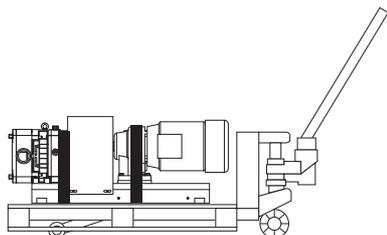

Fig. 12 Transporte con un vehículo de transporte terrestre
- ▶ Compruebe si la bomba está debidamente sujeta al palé. Por ejemplo, mediante correas, véase la Fig. 12 «*Transporte con un vehículo de transporte terrestre*», página 10.